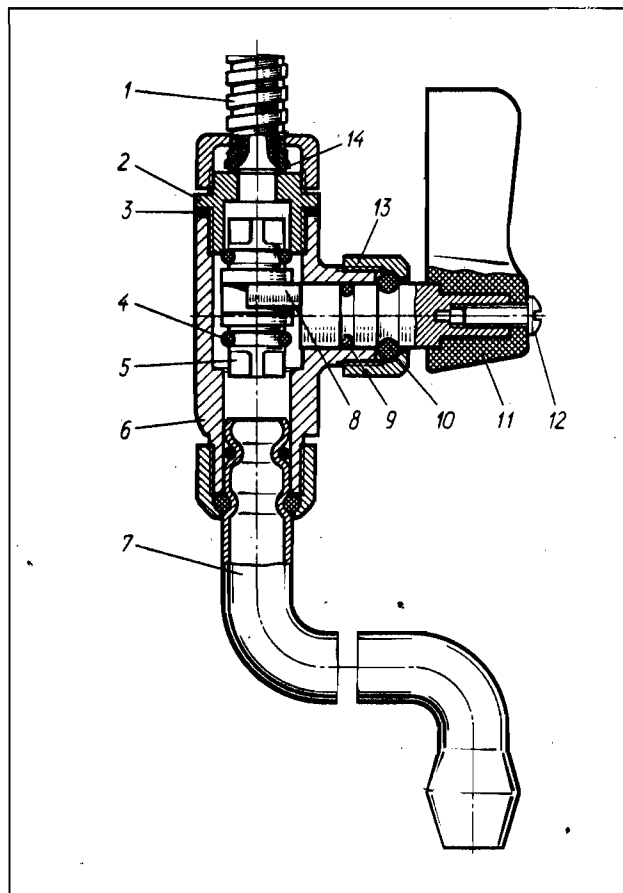

Рис. 26. Переключатель золотникового типа смесителя См.-ВУ-ШЛА:
Чтобы заменить резиновые кольца, отверните накладную гайку и снимите гибкий шланг (рис. 26). Открутите переходник 2 и извлеките кривошип. Золотник 5 выньте из корпуса пинцетом или просто подтолкните снизу золотник через отверстие в корпусе для кривошипа. Если не удастся приобрести новые кольца, то подмотайте под старые кольца тонкую медную проволоку или льняные нитки. Кольца, нарезанные из резиновой трубки, служат мало
1. Проверьте положение прокладки 11. Она должна быть расположена между торцами переходника 2 (см. рис. 26) и ступенчатой пластмассовой втулки 13 (см. рис. 27). На новом смесителе резиновая прокладка может оказаться между залитым пластмассой торцом хромированной оболочки 15 и торцом ступенчатой пластмассовой втулки 13. Поставьте вторую прокладку